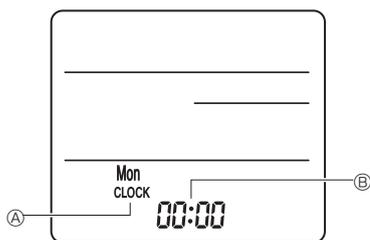

Fig. 6-8
3) Postavke (Postavke sata) (Fig. 6-8)